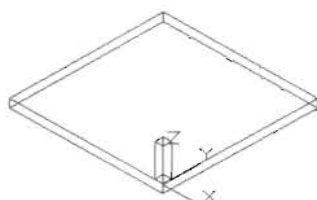

图 12-79
(4) 在命令行中输入 box 命令, 以新坐标原点为起点创建一个长方体, 如图 12-79 所示, 命令执行过程如下。